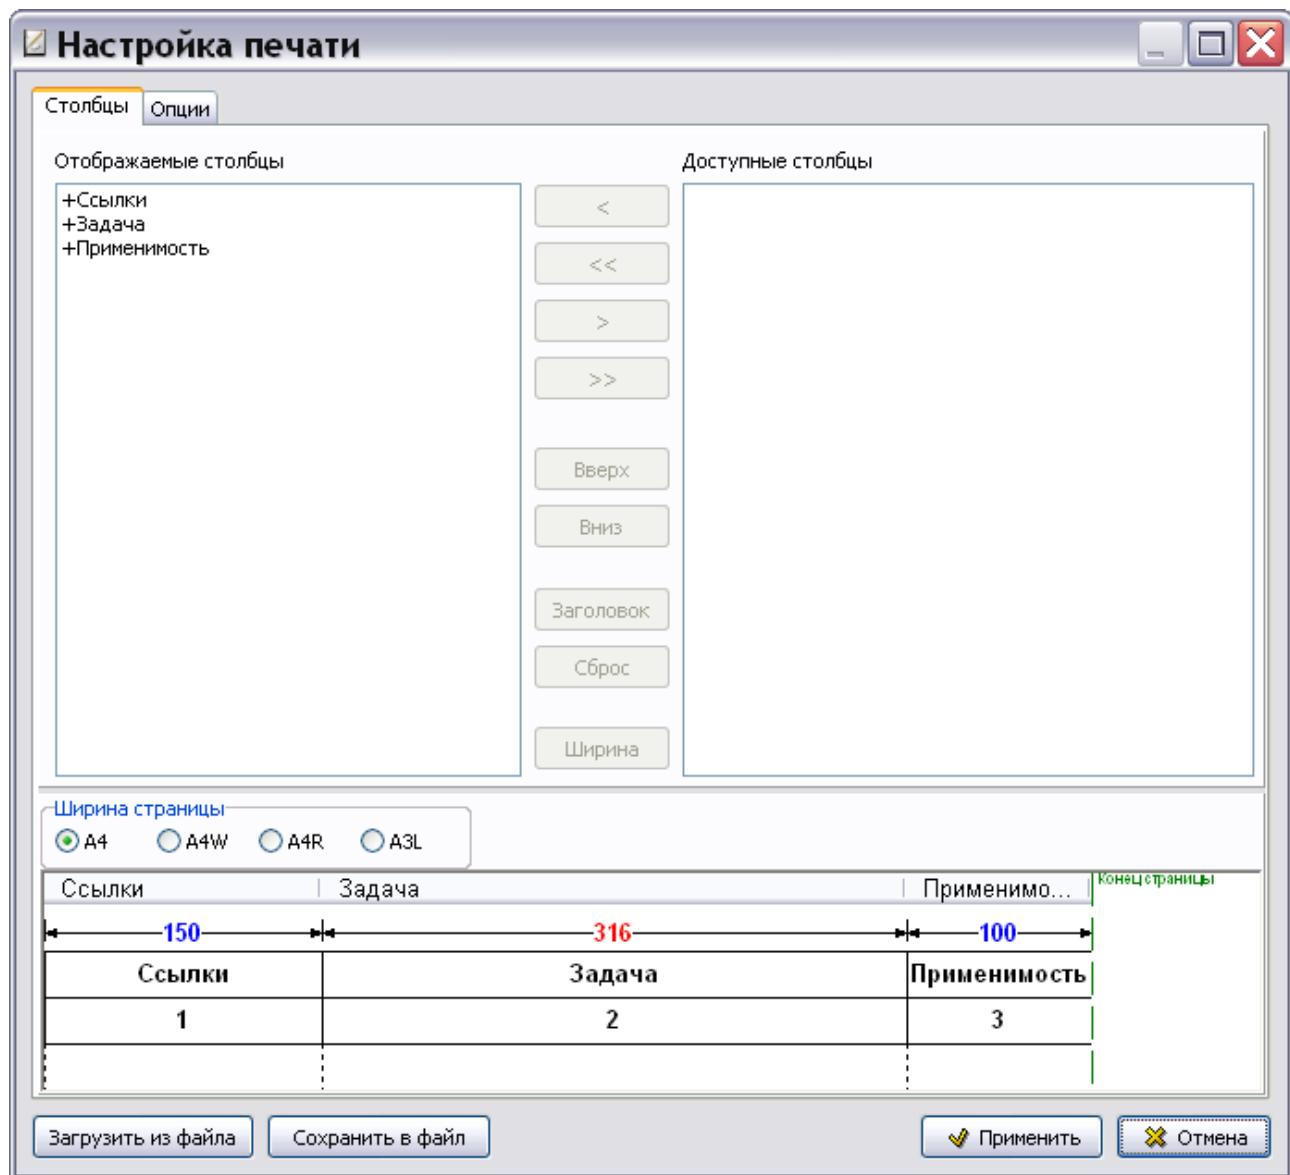

Рис. 3.56
5. Нажмите на кнопку  . После этого откроется диалоговое окно **Настройка печати** (Рис. 3.56).